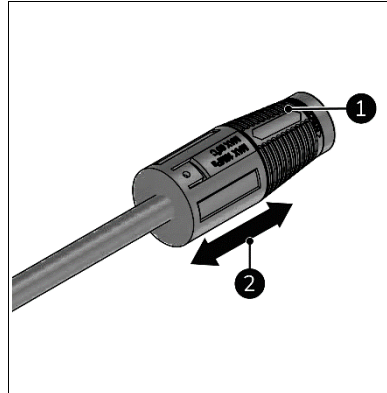

Abbildung 18
1. Den Druck der einstellbaren Düse (Abbildung 18, Pos. 1) ändern:
- Für einen hohen Druck nach vorne schieben (Abbildung 18, Pos. 2);
- Für einen niedrigen Druck nach hinten schieben (Abbildung 18, Pos. 2).